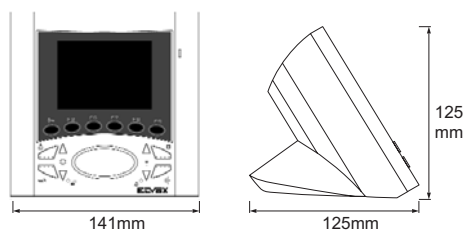

Fig. 4
- Inserire il videocitofono seguendo il senso delle frecce 1 e 2 (Fig. 4).
- Insert the monitor according to the 1 and 2 arrow direction (Fig. 4).
- Insérer le moniteur en suivant le sens des flèches 1 et 2 (Fig. 4).
- Das Videohaustelefon durch folgender Federrichtung 1 und 2 einstecken (Abb. 4).
- Insertar el videoteléfono siguiendo el sentido de las flechas 1 y 2 (Fig. 4).
- Inserir o videotelefone seguindo o sentido das setas 1 e 2 (Fig. 4).